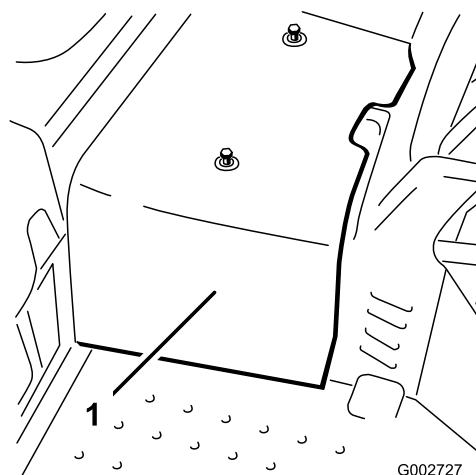

図 32
2. センターシュラウドを機体に止め付けているネジ2本を外してシュラウドを機体から取り外す(図 32)。